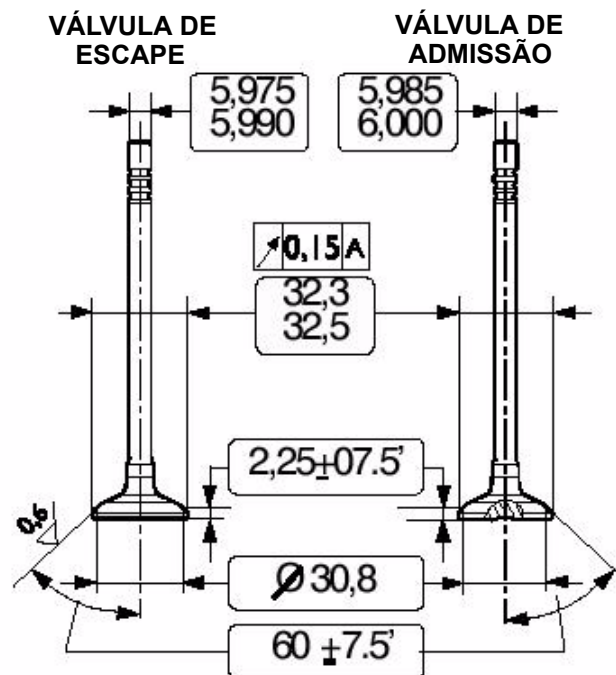

Figura 167
Com um micrômetro (2) meça a haste das válvulas (1): A mesma deve ter o valor indicado na figura 167. Se for necessário, retifique as sedes nas válvulas com a retificadora específica, retirando a menor quantidade possível de material.